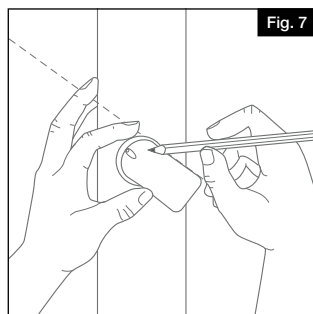

Fig. 7
- Alinear el retorno de poste con la línea del pasamanos y marcar las posiciones de los orificios de fijación (Fig. 7).